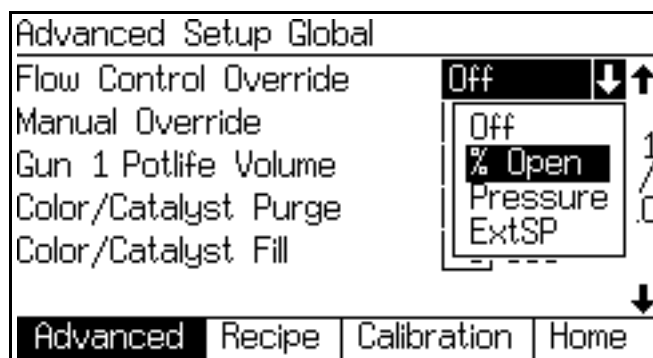
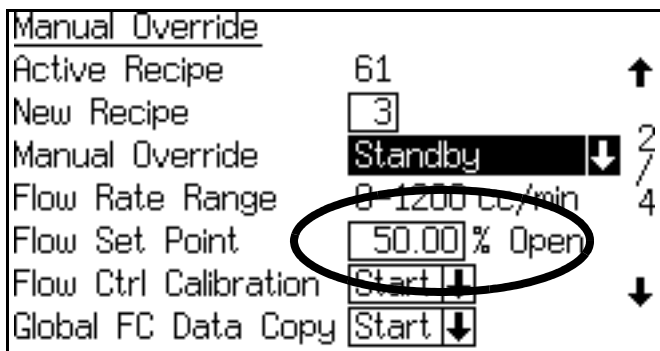

図 89. 流量制御オーバーライドメニュー
図 90. パーセントとしての流量設定値
3. 流量背負オーバーライドを開放 % に設定します。図 89 および 表 12 を参照してください。手動オーバーライド画面で、流量設定値フィールドが開放パーセントとして表示されます (図 90 を参照してください)。